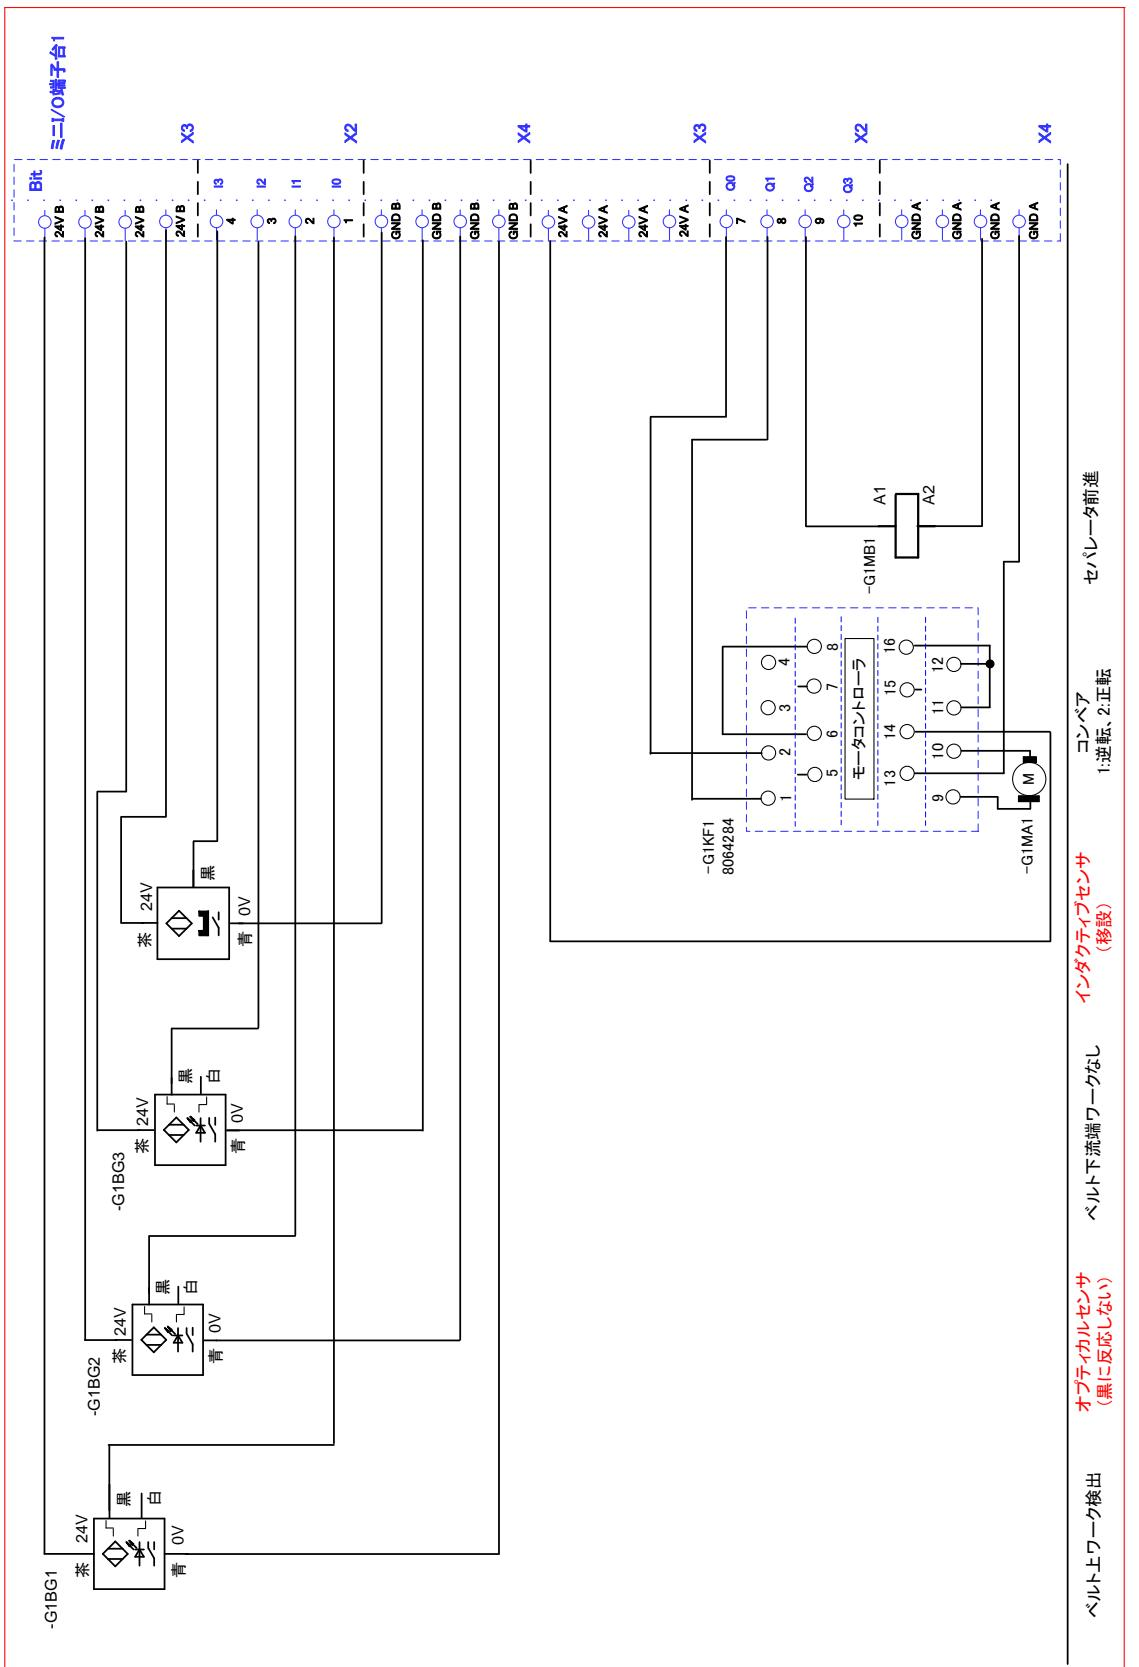

図2 ディストリビューションsta. 電気回路図【ミニI/O端子台1】
2. ソーティングsta.のインダクティブセンサを、セパレータ前に移設する。取り付け位置はおよそ図8の通りとする。インダクティブセンサの取付に、ロックワッシャの有無は問わない。配線は表1及び図2を参照すること。